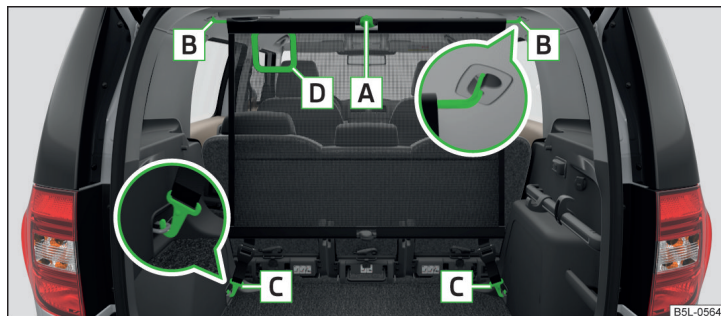

Fig. 106 Red de separación detrás de los asientos traseros
- Monte la barra transversal en el alojamiento **B** » fig. 106, primero en un lado, y presione hacia delante. Introduzca de igual modo la barra transversal en el otro lado, en el alojamiento **B**.
- Presionar sobre el botón rojo de la junta **A** » fig. 106. Se suelta la junta.
La abertura **D** » fig. 106 en la red de separación sirve para implementar el cinturón de seguridad de tres puntos de fijación » pág. 15.